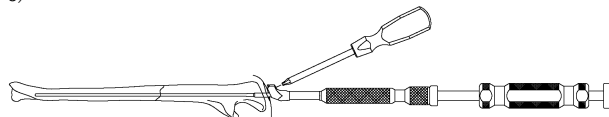

図 6
5) 完全に挿入される前に、尺骨ロッキングロッドから尺骨ロッドインパクトを六角 2.5 ドライバー（ショート）で取り外します。（図 6）